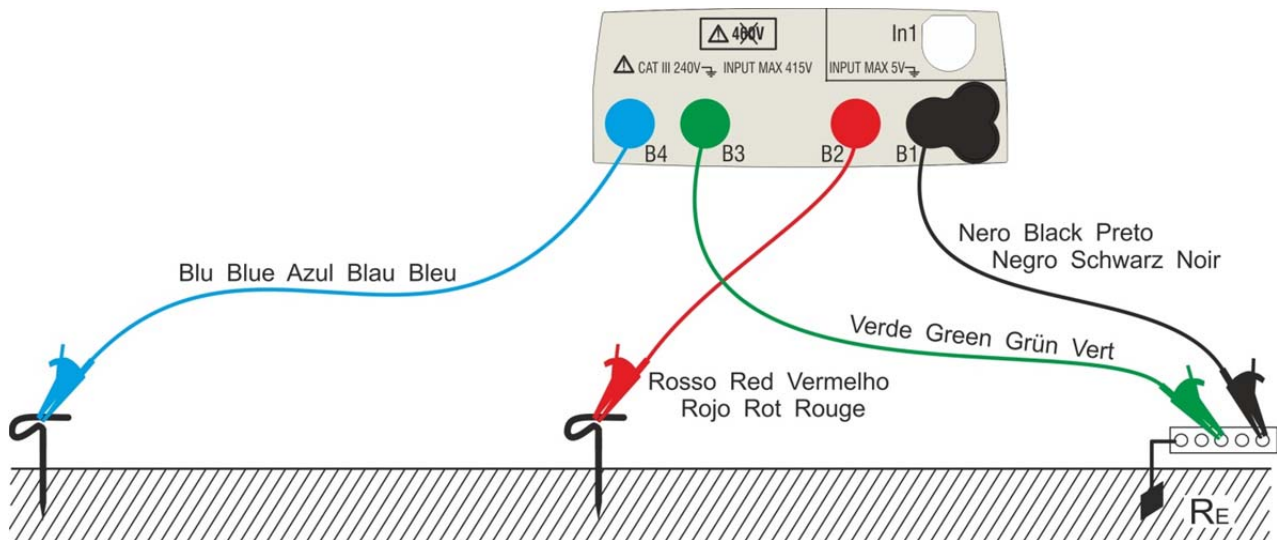
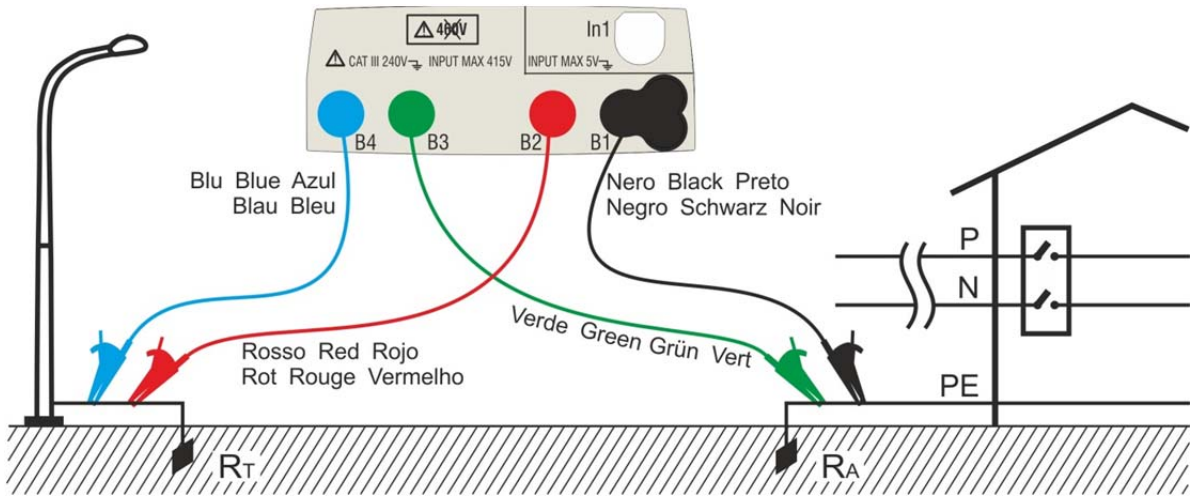
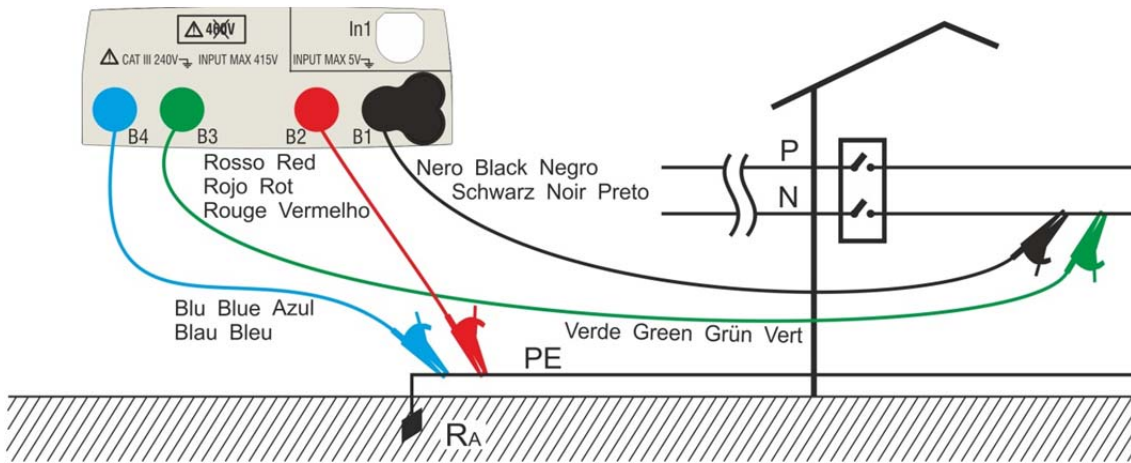

Abb. 28: 3-Punkt Erdungsmessung
Abb. 29: 2-Punkt-Erdungsmessung (mit Hilfssonde)
Abb. 30: 2-Punkt Erdungsmessung über N- Leiter an der Schalttafel
- 12 Schließen Sie die Krokodilklemmen an die Erdspeße und an das zu messende System entsprechend Abb. 28, Abb. 29, Abb. 30 oder Abb. 31 an.